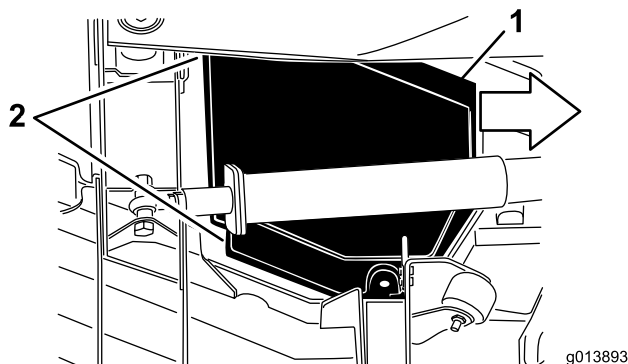

Рисунок 48
5. Подняв крышку, сдвиньте ее к тяговому блоку примерно на 1 дюйм, чтобы отсоединить наружный край крышки от деки (Рисунок 48).